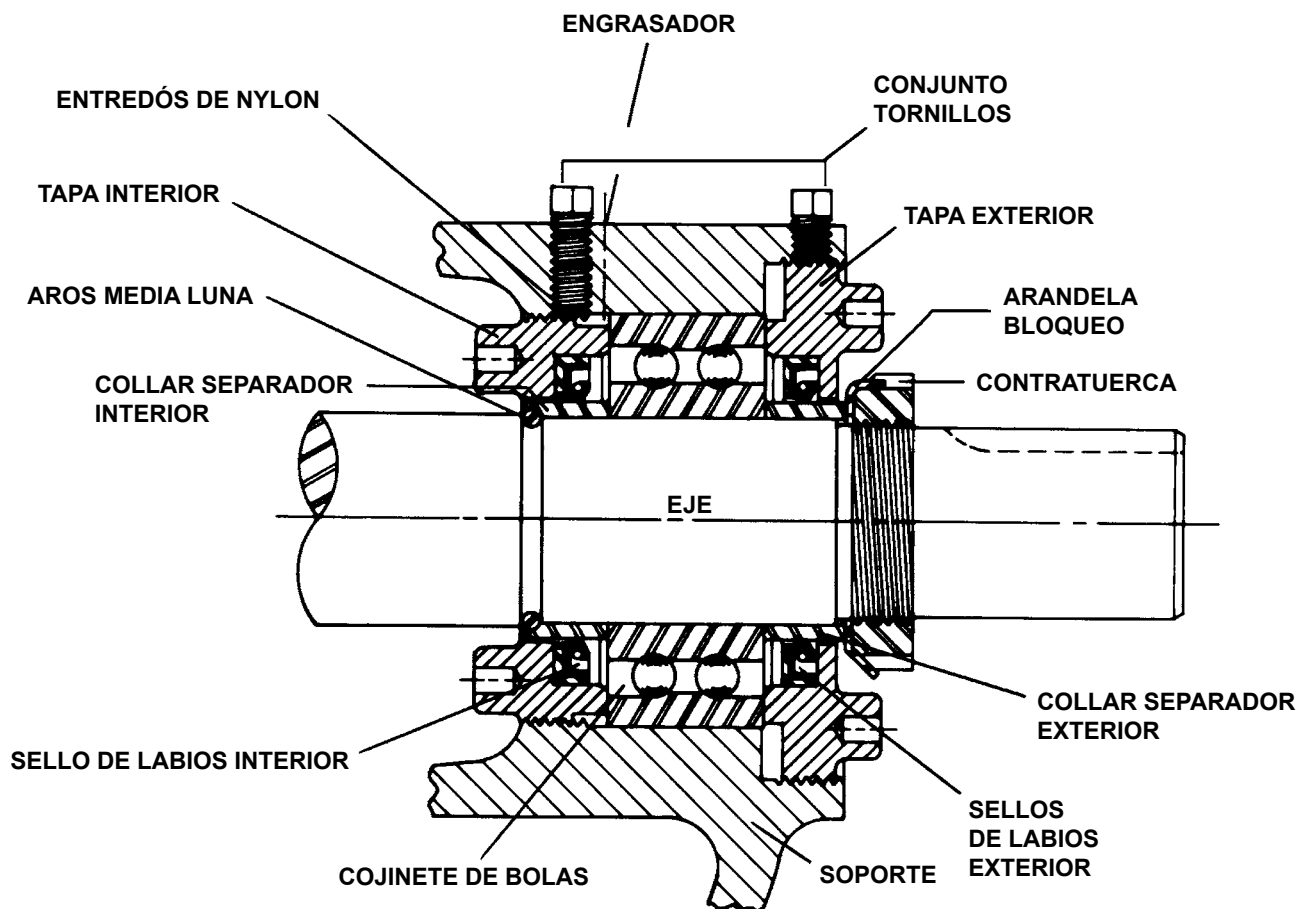

FIGURA 5
8. Afloje los tornillos. Dos en las bombas de tamaño H y HL, cuatro en los demás tamaños. Con una llave, retire las dos tapas y las juntas de labios. Retire el cojinete de bolas y los collares separadores. Ver figura 5.
Coloque el par de aros de media luna sobre el eje y deslice el collar espaciador interno sobre los aros de media luna para colocarlos en su sitio. Las bombas de tamaño H y HL no tienen dicho par de aros de media luna. Ver figura 5 en la página 4.
8. Presione la junta de labios, con el labio mirando al extremo del eje, hacia la tapa interior e inserte la tapa por el extremo del eje del soporte. Gire la tapa en el sentido de las agujas del reloj, mirando hacia el extremo del eje hasta que enganche la rosca. Los agujeros de la llave de la tapa deben estar mirando hacia el rotor. Gire la tapa con la llave hasta que salga de la apertura en la parte lateral del soporte. No se debe girar la tapa hasta que la junta de labios caiga del collar separador en el eje o hasta que la tapa se desenrosque. Ver figura 5, página 4.
10. Presione la junta de labios, con el labio mirando hacia el extremo del eje, hacia la tapa exterior e inserte la tapa en el soporte. Gire la tapa en el soporte hasta que quede atornillada con el buje. Ver Figura 5, página 4.
7. Afloje los tornillos. Dos en las bombas de tamaño H y HL, cuatro en los demás tamaños. Con una llave, retire las dos tapas y las juntas de labios. Retire el cojinete de bolas y los collares separadores. Ver figura 5, página 4.